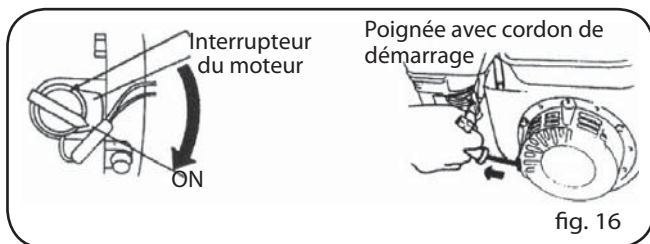

fig. 16
3. Mettre le moteur en marche (Fig. 16).